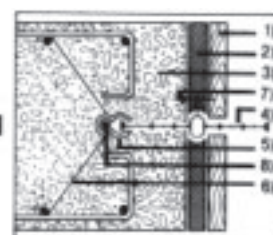

Fig.2
**Colocación de las Cintas Sika PVC tipo "V" y "O" centrales** Por medio de grapas especiales colocadas a lo largo de las pestañas semicirculares de los extremos, se facilita su fijación antes y durante el hormigonado. Estas grapas tienen 30 mm de largo y se pueden fijar a redondos de hasta 13 mm de diámetro. También pueden utilizarse alambres que se pasarán por las grapas atándose a las armaduras (Fig. 2).